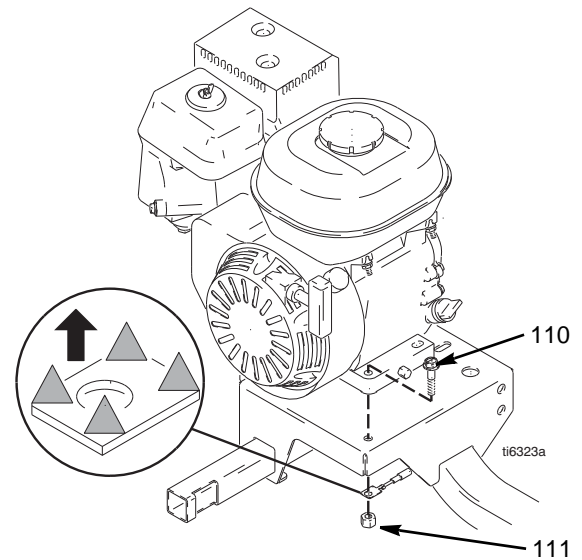

FIG. 13
3. FIG. 13. Rimuovere due controrondelle (111) e viti (110) dalla base del motore.
2. FIG. 13. Installare due viti (110) nella base del motore e fermarle con i dadi di blocco (111). Serrare fino a 27,12 N.m (20 ft-lb).
2. Fig. 13. Rimuovere le due viti (108) e aprire il coperchio (62a).